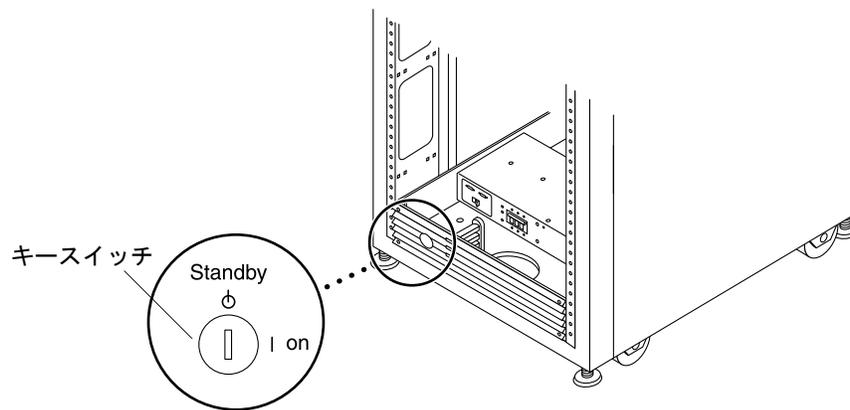

図 4-1 下部正面パネルにあるキースイッチの位置
1. 記憶装置システムの正面下部にあるキースイッチがスタンバイの位置にあることを確認します (図 4-1)。
2. 記憶装置システムの正面のキースイッチをスタンバイの位置に回します (図 4-1)。